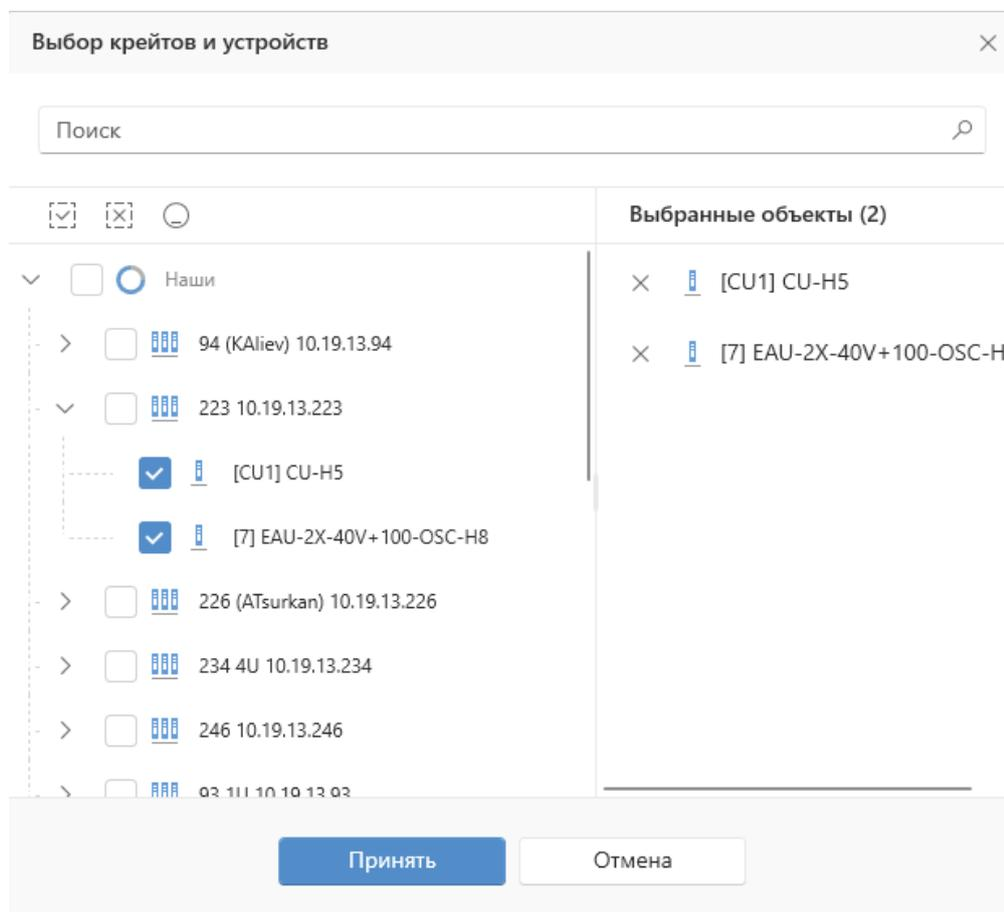

Рисунок 69 - Фильтр журнала оборудования по объектам
- **Объект** – при установленном фильтре отображаются только события, относящиеся к выбранным объектам. При пустом поле отображаются события для всех объектов. Для выбора объектов необходимо нажать на кнопку  в правой части поля и в появившемся окне (Рисунок 69) отметить один или несколько объектов, после чего нажать на кнопку **Принять**.